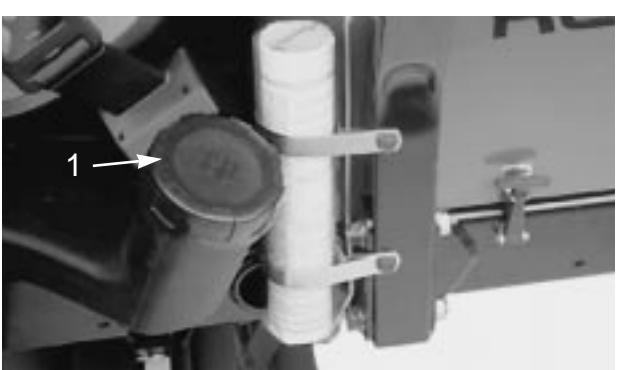

図17
1. 燃料タンクの補給口（図17）付近をウェスできれいにぬぐう。